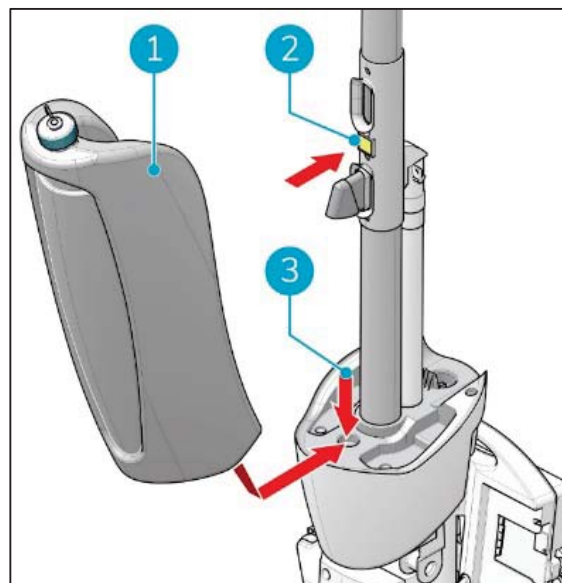

Figure 11
1. Placez le fond du réservoir de récupération (Figure 11, pos 1 et pos 3) sur le devant de l'i-mop® XL Plus.
2. Poussez le haut du réservoir en place jusqu'à ce que vous entendiez un « clic », l'aimant (Figure 11, pos 2) verrouille le réservoir de récupération en place.